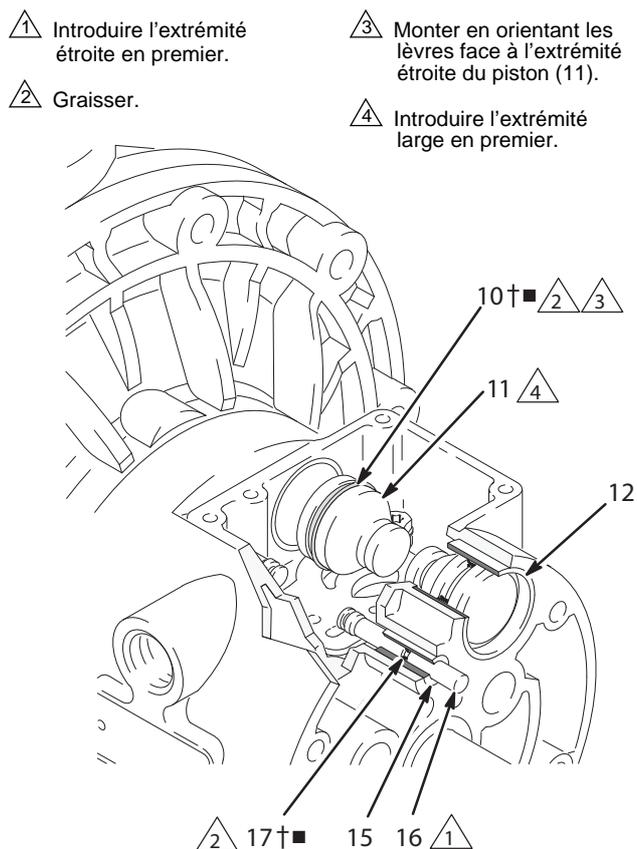

Fig. 9
4. Tirer les deux pistons d'actionnement (11) des paliers (12). Enlever les joints en coupelle (10†■) des pistons. Tirer les tiges de commande (16) hors des paliers (15). Enlever les joints toriques (17) des tiges de commande. Voir FIG. 9.
6. Vérifier les paliers (12, 15) en place. Voir FIG. 9. Les paliers sont coniques et doivent être enlevés de l'extérieur s'ils sont endommagés. Pour cela, il est nécessaire de démonter la partie produit. Voir page 23.
4. Placer un joint torique (17†■) sur chaque tige de commande (16). Graisser les tiges et les joints toriques. Introduire les tiges dans les paliers (15), extrémité **étroite** en premier. Voir FIG. 9.
5. Installer un joint en coupelle (10†■) sur chaque piston d'actionnement (11) en orientant les lèvres des joints vers l'extrémité **étroite** des pistons. Voir FIG. 9.
6. Lubrifier les joints en coupelle (10†■) et les pistons d'actionnement (11). Introduire les pistons d'actionnement dans les paliers (12), extrémité **large** en premier. Laisser l'extrémité étroite de chaque piston exposée. Voir FIG. 9.